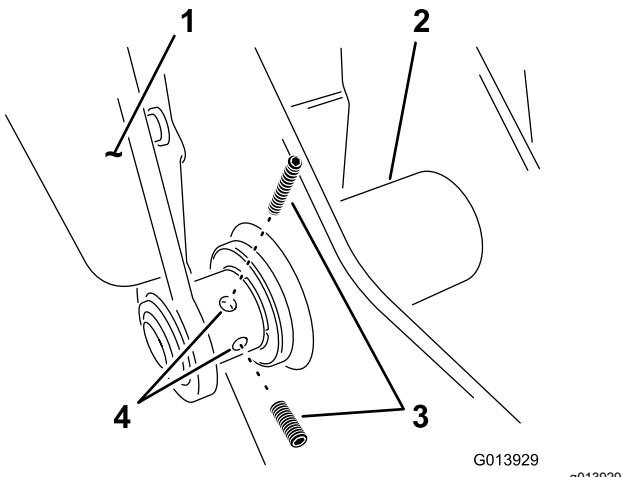

Bild 7
- Setzen Sie zwei Stellschrauben am unteren Gelenkpunkt in den linken Arm ein (Bild 7).
- 6. Ziehen Sie die zwei Stellschrauben am linken Schwenkarm an, siehe Bild 7 unter Montieren der Wiegearme am Stützrahmen \(Seite 7\).